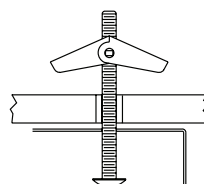

Figure 3
If drill does not encounter ceiling joist, enlarge hole(s) in ceiling to accommodate a toggle nut(s) and bolt(s) (*not supplied*). Pre-install the bolt(s) and nut(s) in Housing. Lift Housing (1) over outlet box and pull supply wires into the Housing through the center hole. Insert toggle nut(s) in ceiling hole(s) and tighten toggle bolt(s). See Figure 3.
Si la perceuse ne rencontre pas de solive, agrandir le trou du plafond pour permettre un boulon à ailettes. Tenir l'appareil contre la boîte de raccordement et tirer les fils d'alimentation dans l'appareil par la débouchure, insérer et serrer le boulon. Voir la Figure 3.